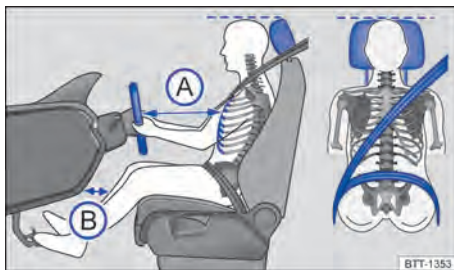

Fig. 22 Distância correta do condutor em relação ao volante, posição correta do cadarço do cinto de segurança e ajuste correto do apoio para cabeça.
- Ajustar o banco de modo que a distância entre o volante e o tórax tenha no mínimo 25 cm → Fig. 22 A e que o condutor possa segurar o volante pela borda externa com as duas mãos e os braços ligeiramente flexionados.
- Ajustar o banco do condutor na direção longitudinal de modo que os pedais possam ser acionados com as pernas ligeiramente arqueadas e a distância para o painel de instrumentos na área do joelho seja de, no mínimo, 10 cm → Fig. 22 B.
- Ajustar o apoio para cabeça de modo que a sua borda superior se encontre preferencialmente na mesma linha da parte superior da cabeça → Fig. 22 – porém não abaixo da altura dos olhos. Posicionar a parte posterior da cabeça o mais perto possível do apoio para cabeça.